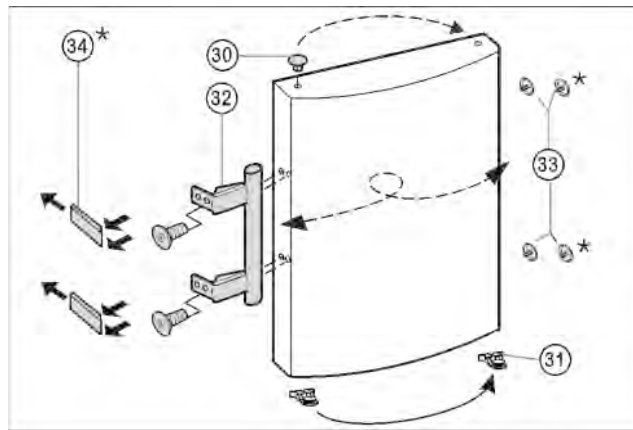

Fig. 7
- ▶ Izvadite čepove Fig. 7 (33) iz čahura ležaja vrata i premjestite ih.
- ▶ Skinite ručku na vratima Fig. 7 (32), čepove Fig. 7 (33) i pritisne ploče\* Fig. 7 (34) i premjestite ih na suprotnu stranu.